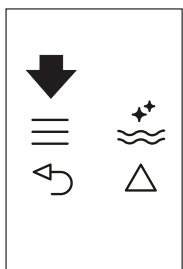
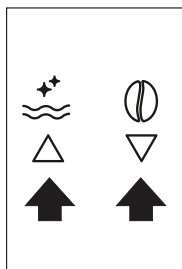

Fig. 22
Fig. 9
- ▶ Premere l'icona  (B2) per entrare nel menù (Fig. 22) o poi premere le icone   (B7) e (B8) (Fig. 9) fino a selezionare il messaggio "PROGRAMM. ACQUA".